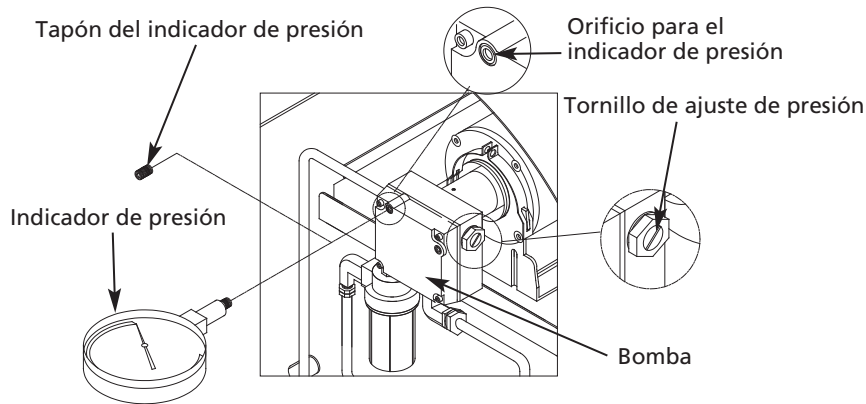

Figura 19 – Ajuste de la Presión de la Bomba
- Instale un indicador de presión auxiliar en el orificio para el indicador de presión (consulte la Figura 19, página 10).